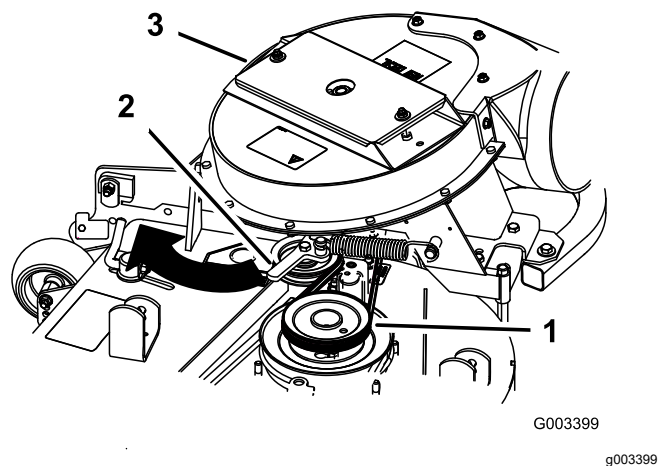

Figure 19
5. Retire la polea tensora tensada con muelle y enrute la correa alrededor de la polea de la carcasa de corte (Figure 19).